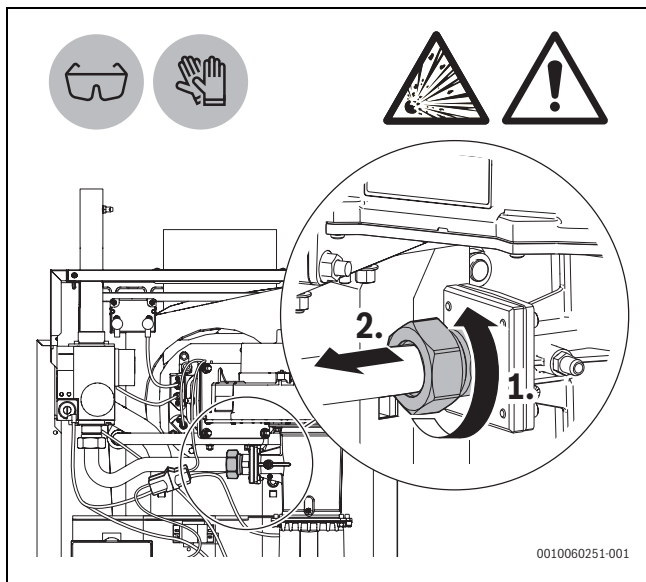

Bild 5 Schraubverbindungen am Gas-Luft-Mischer lösen
- ▶ Schraubverbindungen am Gas-Luft-Mischer durch Drehen gegen den Uhrzeigersinn lösen (→Bild 5, [1] und [2]).